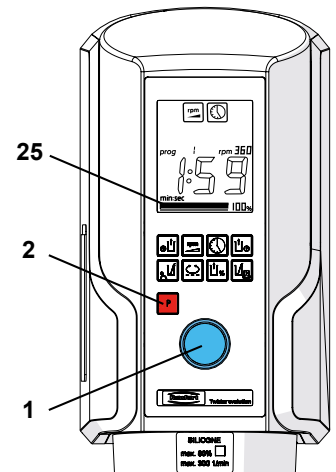

Fig. 8
- ⇒ Acople ahora el vaso de mezcla (15) al aparato.
- ⇒ No suelte el vaso hasta que éste quede sujeto por sí solo. ¡La indicación de barra del nivel de vacío debe indicar un nivel superior al 50 % (25, Fig. 8)!